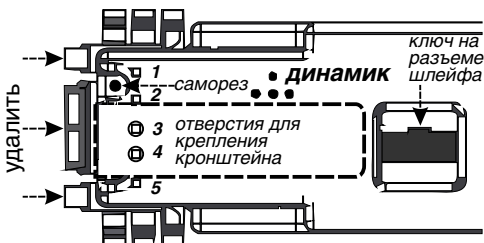

Рис. 2.15
1. Выкрутите четыре самореза, расположенные в углублениях задней панели компьютера. Рис. 2.15.
бортового компьютера, часть с большим круглым отверстием приподнята. При этом фигурный вырез кронштейна должен быть обращен в сторону динамика. Рис. 2.15 и рис. 2.16.
Прикручиваем кронштейн саморезами через пару ближайших к сгибу крепежных отверстий, в отверстия "3" и "4" на задней панели компьютера, (считая от той стороны, ближе к которой расположен динамик), рис. 2.15. Таким же образом прикручиваем второй кронштейн с другой стороны. Рис. 2.16.